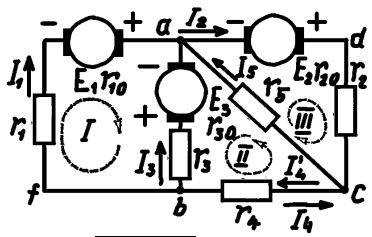

рис. 4
4. Для схеми **рис. 4**, користуючись законами Кірхгофа, знайти струми і перевірити баланс потужностей, якщо е.р.с. генераторів напруги:  $E_1=15 \text{ В}$ ,  $E_2=70 \text{ В}$ ,  $E_3=5 \text{ В}$ , їхній внутрішній опір:  $r_{10}=r_{20}=1 \text{ Ом}$ ,  $r_{30}=2 \text{ Ом}$ , опори елементів кола:  $r_1=5 \text{ Ом}$ ,  $r_2=4 \text{ Ом}$ ,  $r_3=8 \text{ Ом}$ ,  $r_4=2,5 \text{ Ом}$ ,  $r_5=15 \text{ Ом}$ . (7 оч.)